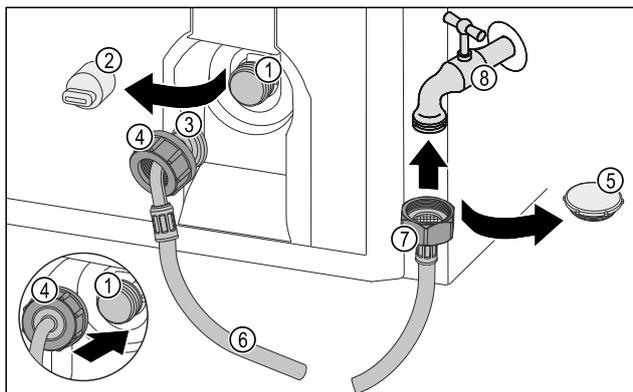

Fig. 32
- ▶ Rimuovere il coperchio di chiusura Fig. 32 (5).
- ▶ Posizionare l'estremità del flessibile diritta Fig. 32 (7) sul rubinetto dell'acqua Fig. 32 (8).
- ▶ Stringere in senso orario sull'estremità del flessibile diritta Fig. 32 (7) in senso orario.